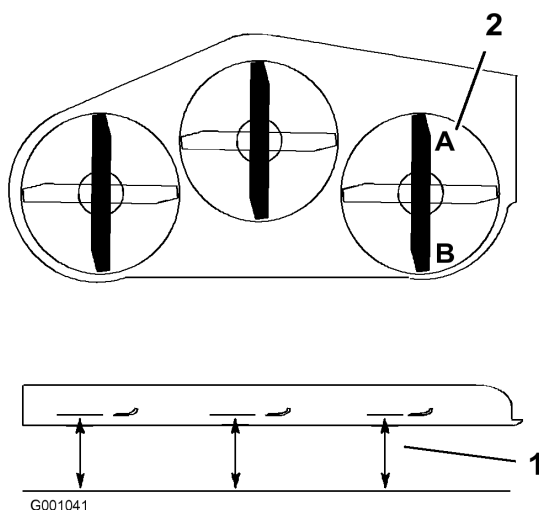

Figura 62
1. Coloque la cuchilla derecha en posición longitudinal (Figura 62).
2. Mida la cuchilla derecha en la posición **A** desde una superficie nivelada hasta el filo de corte del extremo de la cuchilla (Figura 62).
4. Mida la cuchilla derecha en la posición **B** desde una superficie nivelada hasta el filo de corte del extremo de la cuchilla (Figura 62).
6. La cuchilla del cortacésped debe estar entre 6 y 10 mm (1/4 y 3/8 pulg.) más baja en la posición **A** que en la posición **B** (Figura 62). Si no es correcta la distancia, continúe con los pasos siguientes.